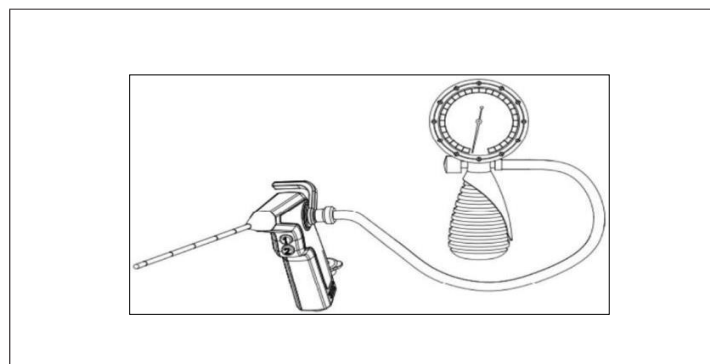

Fig 7.7
3. Fixez le connecteur de pression pour test de fuite du Supape de Pression de l'endoscope et assurez-vous qu'il est bien en place (comme indiqué à la figure 7.7).